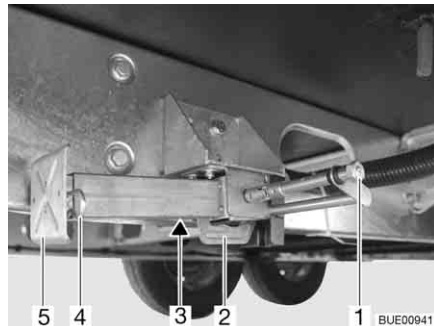

Bild 47 Stödben
- Placera hylsnyckeln på sexkanten (Bild 47,1) och vrid runt den tills stödbenet står rakt neråt.
- När längden på stödbenet kan justeras, dras sprinten (Bild 47,4) ut ur stödbenets förlängning (Bild 47,5).
- Placera hylsnyckeln på sexkanten (Bild 47,1) och vrid runt den tills stödbenet inte längre sitter mot marken.
- Skjut in stödbensförlängningen (Bild 47,5) helt och sätt in sprinten (Bild 47,4) i borrhålet på stödbensförlängningen.
- Vrid sexkanten (Bild 47,1) tills stödbenet svängs uppåt och spåret (Bild 47,2) är helt vid slutet av skåran (Bild 47,3).